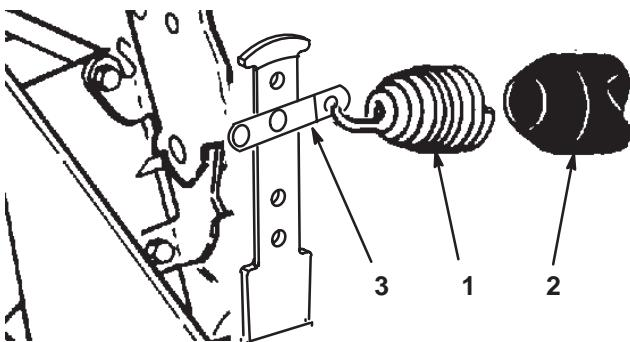

Bild 17
- Setzen Sie am hinteren Gegengewichtarm die Plastikabdeckung auf die Feder, bevor Sie das andere Ende der Feder in die Federkette im zweiten Loch von oben einhaken (Bild 17).